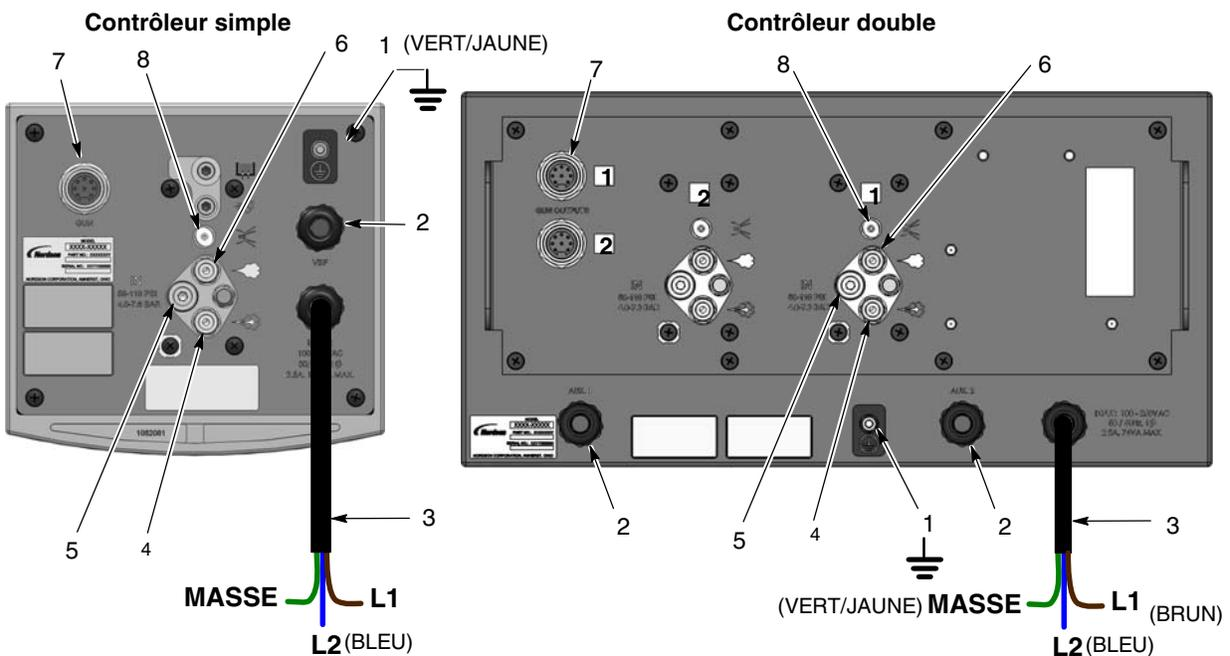
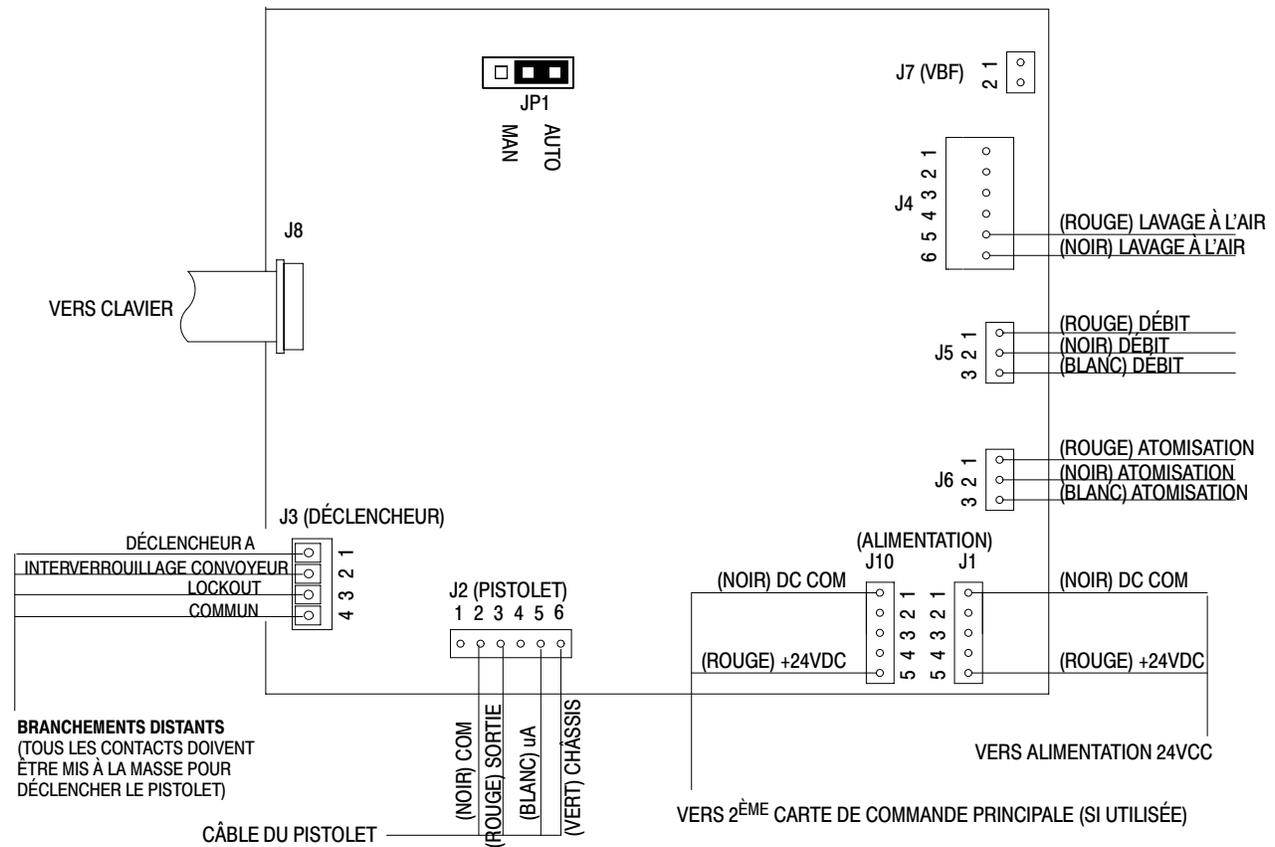
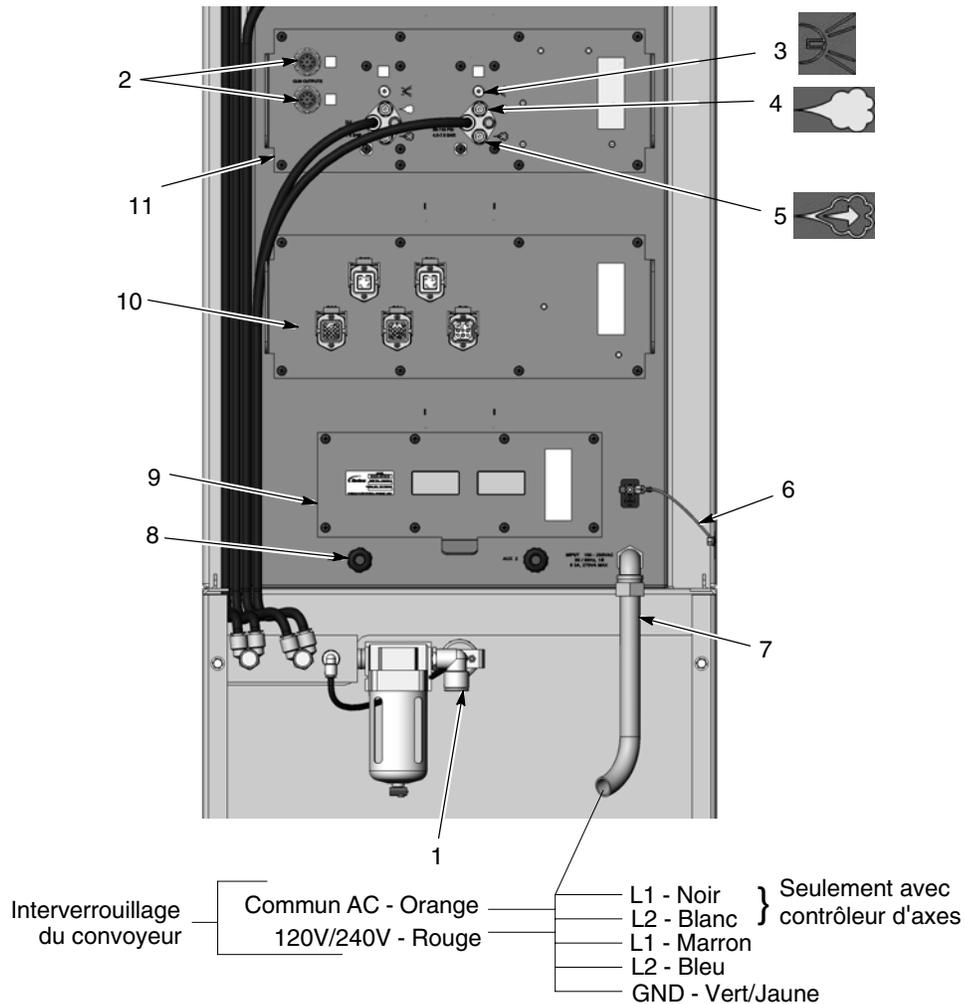

Figure 3-4 Branchements du contrôleur automatique pour un/deux pistolets
Figure 3-5 Contrôleur automatique pour un/deux pistolets — Branchements de la carte de commande principale Déclencheur/Interverrouillage/Blocage
Figure 3-6 Contrôleur pour plusieurs pistolets – Branchements de l'alimentation, de l'air et du pistolet (capot arrière et panneau actionneur arrière déposés)
Monter le contrôleur sur une surface plane en laissant autour de lui suffisamment d'espace pour le raccordement de l'alimentation, de l'air et du câble du pistolet au panneau arrière. Voir les dimensions dans la figure 3-4.
Placer le contrôleur pour plusieurs pistolets à l'entrée ou à la sortie de la cabine en laissant un accès pour l'alimentation électrique et l'air comprimé. Ancrer le boîtier au sol. Poser des plateaux ou des caches pour éviter d'endommager les tuyaux pneumatiques du pistolet et de la pompe ou les câbles du pistolet. Voir les dimensions dans la figure 3-4.
Effectuer les raccordements comme illustré dans la figure 3-4. Voir la figure 3-5 pour les branchements du déclencheur à distance, de l'interverrouillage du convoyeur et du blocage à distance.
Voir la figure 3-5. Amener les câbles du déclencheur et d'interverrouillage dans le boîtier à travers les anti-tractions AUX ou VBF et les raccorder aux bornes J3 sur la ou les carte(s) de commande principale(s). Les circuits Déclencheur A, Interrouillage convoyeur et Blocage sont tous des circuits à commutation à la masse. Ces circuits fonctionnent à $10 \text{ mA} \pm 1$.
Effectuer les raccordements comme illustré dans la figure 3-6. Voir la figure 3-5 pour les branchements du déclencheur externe et de l'interverrouillage du convoyeur.
Voir la figure 3-4. La pression d'alimentation pneumatique du contrôleur doit être de 4,0-7,6 bar.
1. Se reporter aux figures 3-4 ou 3-6. Raccorder le tuyau transparent de 4 mm de lavage à l'air de l'électrode aux raccords de lavage à l'air sur les panneaux du contrôleur de pistolet.
1. Se reporter aux figures 3-4 ou 3-6. Brancher les tuyaux à air de débit (noir) et d'atomisation (bleu) de 8 mm aux raccords du contrôleur de pistolet.
Voir la figure 3-5. Le cavalier JP1 sur la carte de commande principale du pistolet doit se trouver en position AUTO pour garantir un fonctionnement correct avec les pistolets de pulvérisation automatiques. En position MAN, le déclenchement à distance des pistolets est impossible. Consulter la section Dépannage pour modifier la position du cavalier.